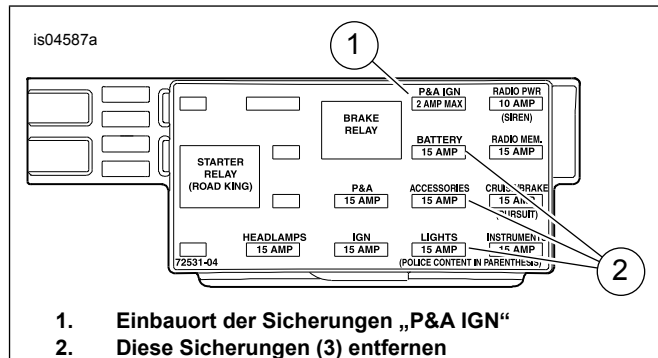

Abbildung 13. Sicherungshohlraum „P&A IGN“ (Touring-Modelle von 2004–2007)
3. **Modelle von 2004 bis 2007:** Siehe Abbildung 13. Den Sicherungshohlraum mit der Bezeichnung „P&A IGN“ „2A MAX“ (1) ausfindig machen. Die drei gegenwärtig eingebauten Sicherungen (2) aus dieser Reihe entfernen und deren Einbauort notieren.